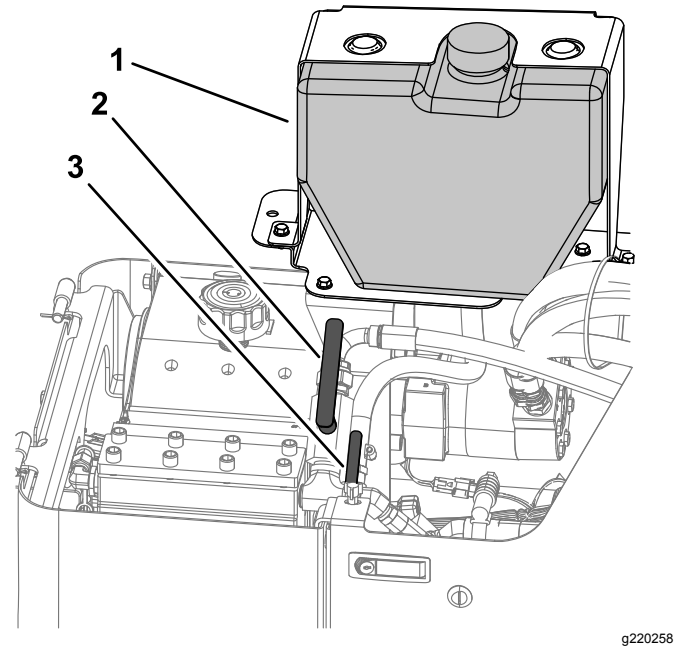

Figura 120
- D. Retire el tapón del depósito de anticongelante de la bomba de fluido de perforación (Figura 120).
- E. Asegúrese de que el depósito está lleno de anticongelante (Figura 120).
- A. Abra la válvula de anticongelante de la parte delantera de la bomba de fluido de perforación, según se muestra en la Figura 120.
- C. Añada anticongelante al depósito según sea necesario (Figura 120).
5. Instale el tapón del depósito de anticongelante (Figura 120).
6. Cierre la válvula de anticongelante (Figura 120).